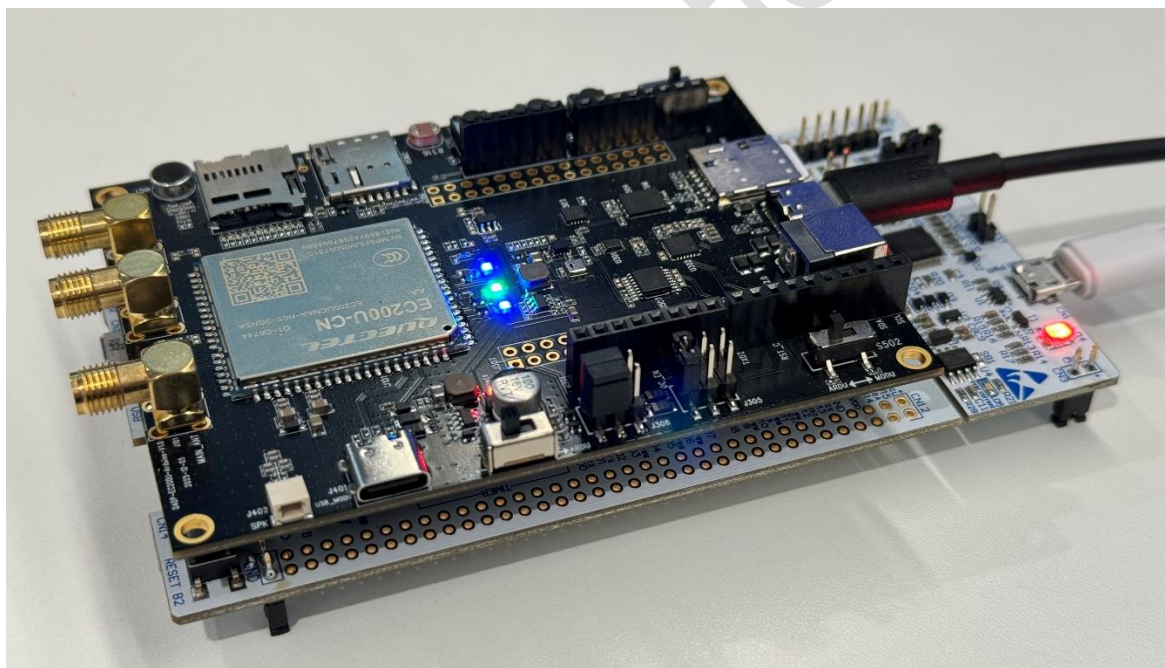

图 4：组装开发板
- **方向：**确保 UniKnect Gen1-PRO 的 ⑦ DC5V 电源输入端口，与 NUCLEO-F413ZH 的 ② 调试器 ST-LINK/V2-1 朝向同一方向。
- **对齐：**将 UniKnect Gen1-PRO 的 ⑳ 与 NUCLEO-F413ZH 的 ⑥ Arduino UNO 标准接口（外侧接口），排针与排母间 Pin-to-Pin 精准对齐。
- **上电：**确保所有插针可靠接触后，即可上电。为确保 UniKnect Gen1-PRO 板载 4G 模组供电充足，需要接 Type-C 线供电，必要时还可再接入 DC5V 电源适配器；NUCLEO-F413ZH 则需要连接 ST-LINK/V2-1 侧 MicroUSB 数据线，用于烧录固件和调试。如图 4 所示。